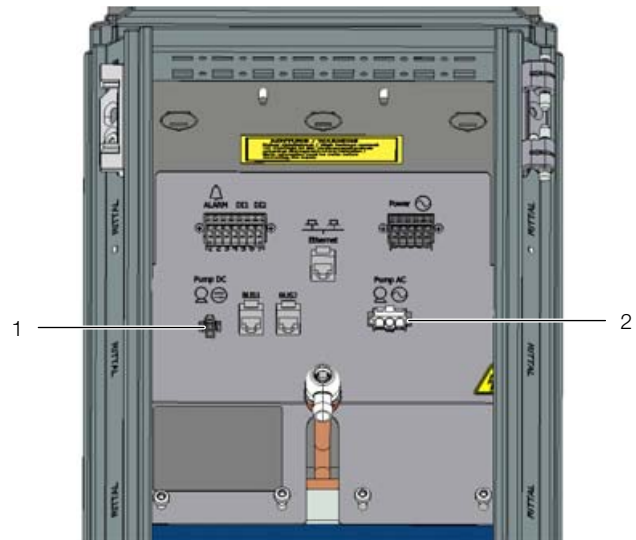

Abb. 54: Anschlusspunkte
- Führen Sie das DC- und das AC-Kabel der Kondensatpumpe räumlich getrennt nach oben zu den Anschlussbuchsen im LCP (Abb. 54).